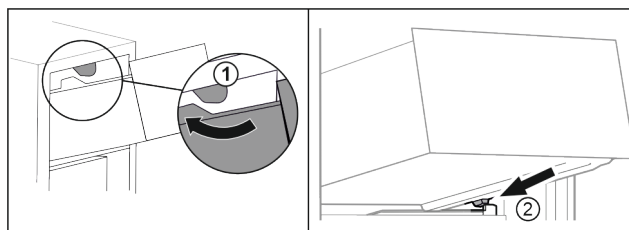

Fig. 16
- ▶ Schubfach um die oberen Stopper herumführen Fig. 16 (1).
- ▶ Schubfach schräg hinter den unteren Stopperrn auf die Behälterrippe aufsetzen Fig. 16 (2).